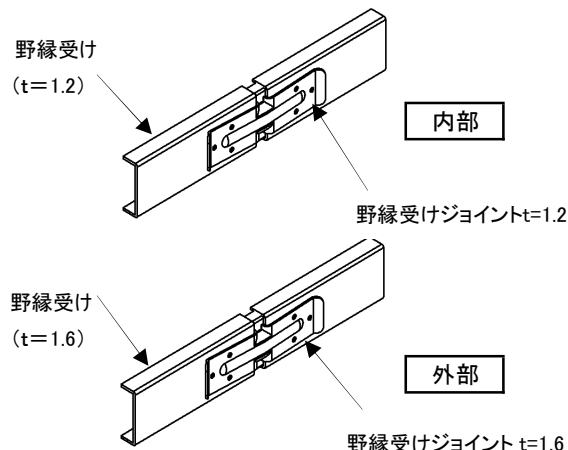

図 3-2 野縁受け接続部
- ・外部 野縁受け( $t=1.6$ )は専用のジョイントを使う。(図3-2参照)